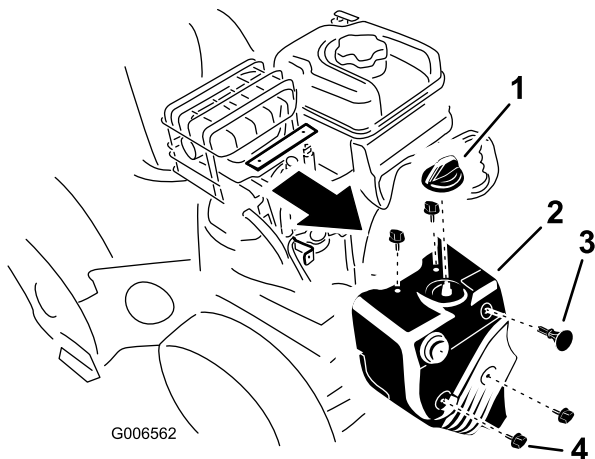

Bild 43
1. Nehmen Sie das Handrad des Chokes und den Zündschlüssel ab (Bild 43).
2. Nehmen Sie die vier Schrauben ab, mit denen die Schneeabdeckung an der Schneefräse befestigt ist (Bild 43).